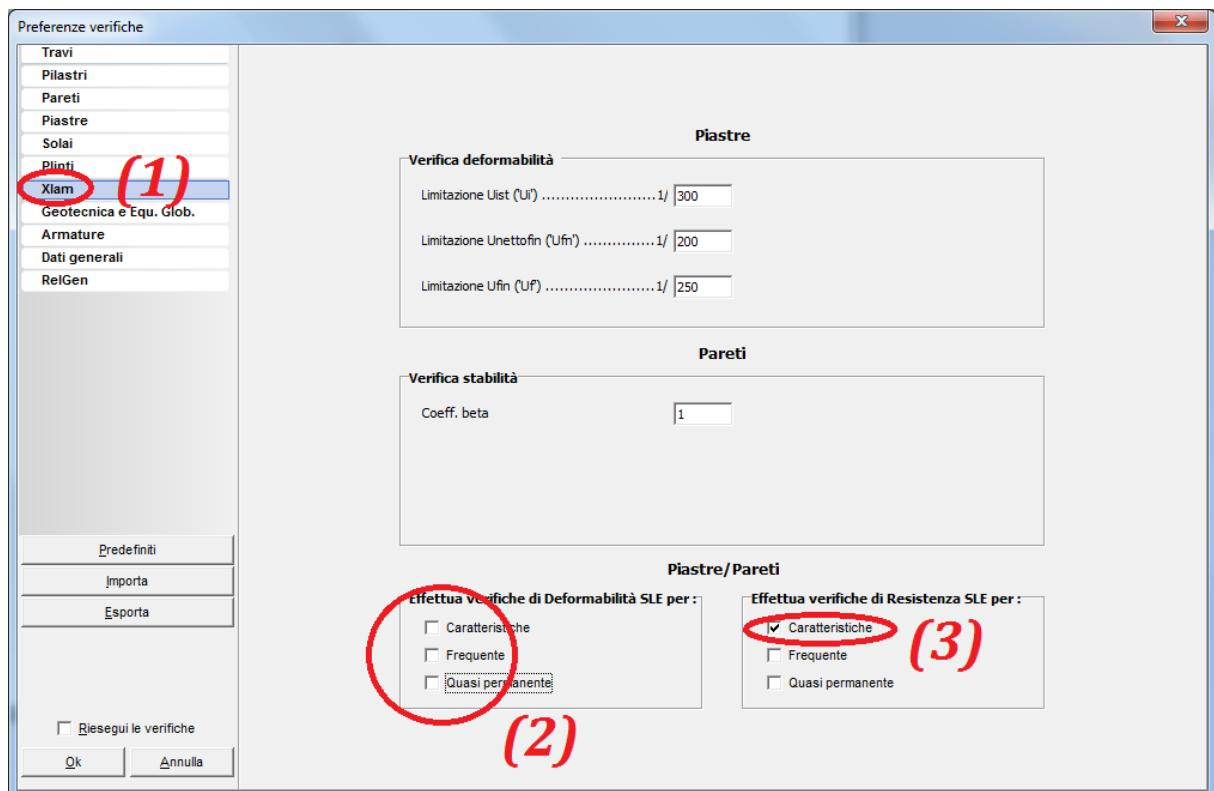

Figura 48
Con riferimento alla figura 48 attivare, adesso, la sezione “XLam” (1). Le verifiche di deformabilità potranno essere, in questo caso, omesse (2) non avendo impiegato solai in XLAM mentre le verifiche di resistenza saranno estese (3) alle sole SLE Caratteristiche (le verifiche per SLV sono obbligatorie e pertanto non opzionali).